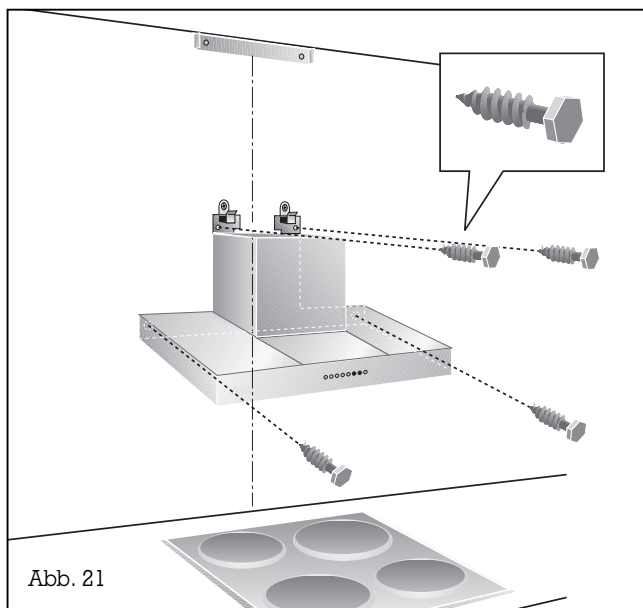

Abb. 21
- Befestigen Sie die Haube mit den 4 Schrauben **b** an der Wand (Abb. 21).